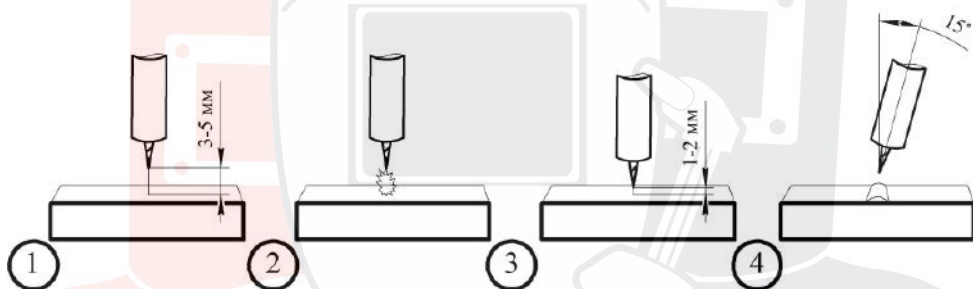

Рис.7.5.1. Высокочастотный поджиг дуги.
Высокочастотный поджиг (HF) позволяет зажечь TIG дугу без касания к изделию. Основное преимущество в том, что при зажигании дуги в основном металле не остается вольфрамовых включений (см. рис. 7.5.1).